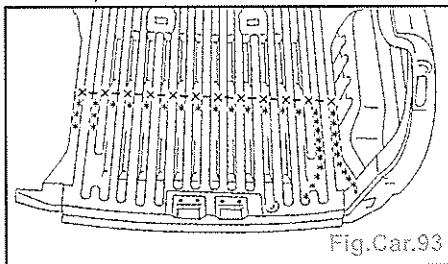

Fig.Car.93
- Dégrafer les points de soudure électrique à l'aide d'une fraise Ø 8 mm (Fig. Car.93).